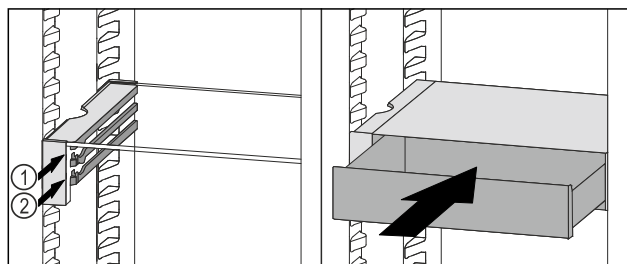

Fig. 95
- Posizionare il cassetto VarioSafe dietro i tappi sulla nervatura desiderata *Fig. 95 (1)* o *Fig. 95 (2)*.